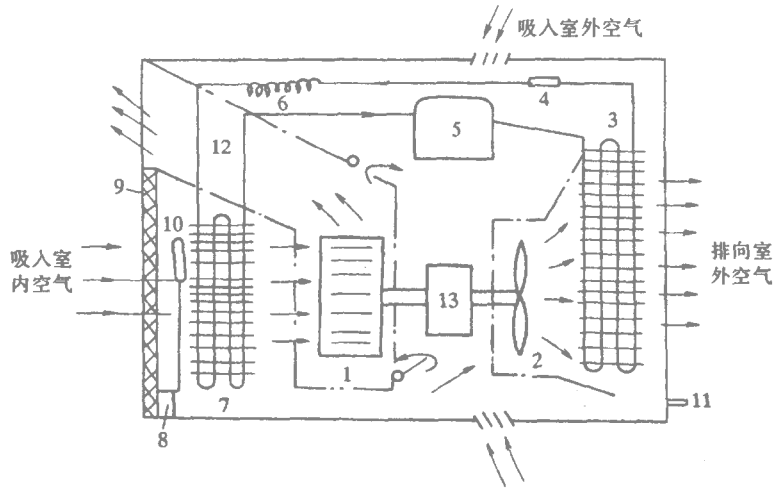

图 1-10 窗式空调器空气流动示意图
• 当把选择开关置于“换气”状态时，触点 10~6 接通，此时只有离心风机运转，压缩机不工作，可打开换气风门进行换气，见图 1-10。约 10min 左右将室内混浊空气排出室外，补充室外新鲜空气。换气时间不宜超过 10min 以保持室内制热、制冷的温度。